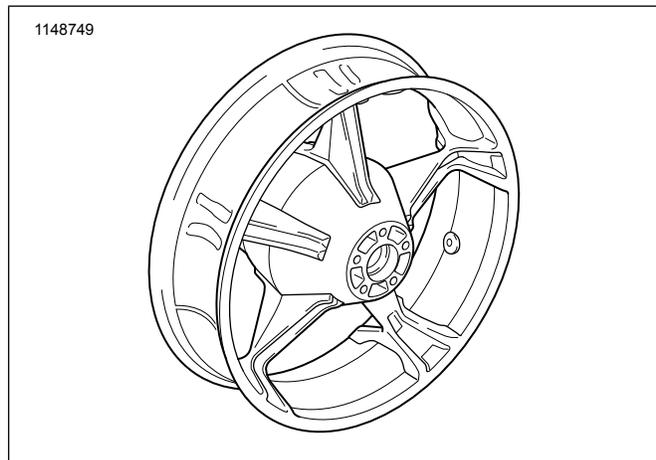

Figura 1. Peças de reposição: Rodas traseiras Aggressor
Veja Figura 1 e Tabela 1.
2. Veja Figura 1. Instale o conjunto da haste da válvula (H) na roda. Consulte o Manual de serviço.